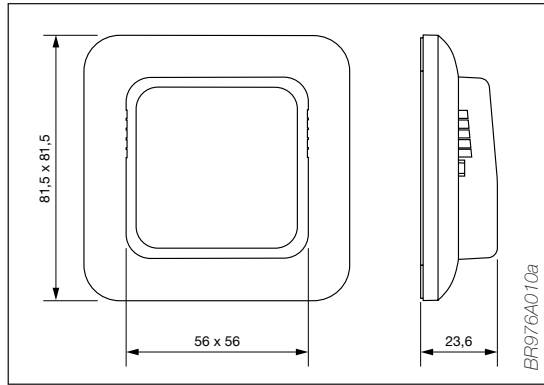

Fig. 2 - Dimensions temperature sensor
- Abb. 2: Abmessungen des Temperaturlüfters
- Fig. 2 : Dimensions de la sonde de température